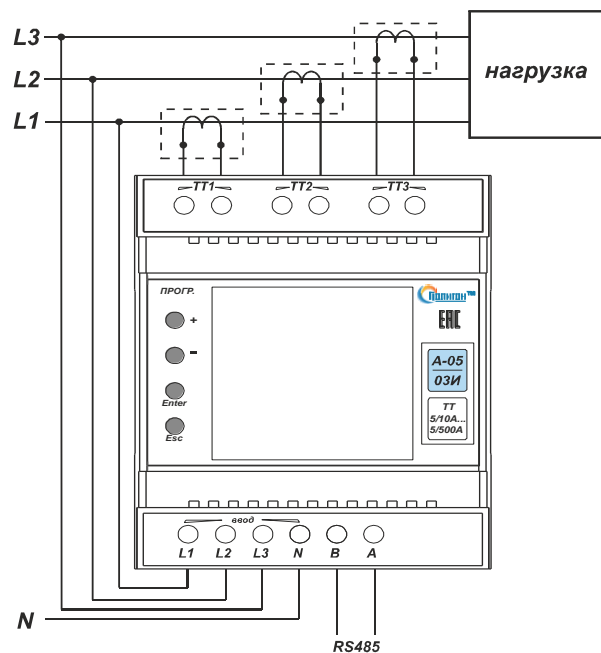
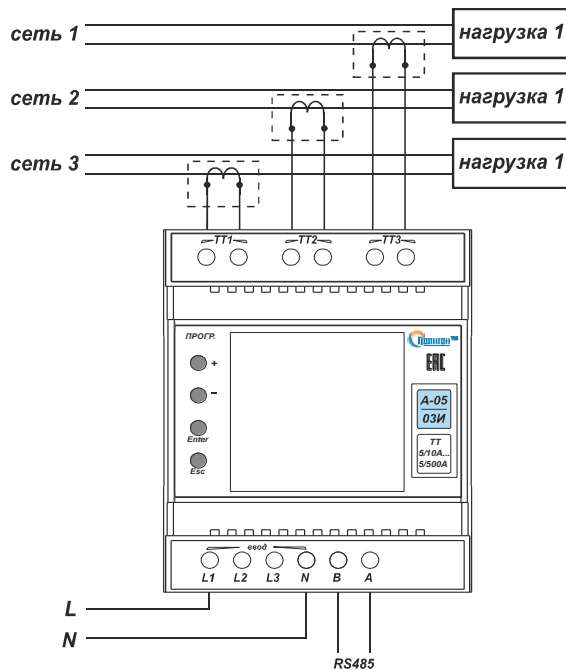

Рис.1. Типовая схема подключения амперметра «А-05-03И» при трехфазном питании.
Рис.2. Типовая схема подключения амперметра «А-05-03И» при однофазном питании
Амперметр цифровой «А-05-03И» предназначен для измерения среднеквадратичного значения величины переменного тока частотой 50 Гц по трем независимым каналам (варианты подключения Рис.1 и Рис.2). Амперметр рассчитан на работу с различными трансформаторами тока с током вторичной обмотки 5 А.
4.3. Произвести подключение входной контролируемой сети, цепей питания согласно маркировке (Рис.1): N, L1, L2, L3 – питание (возможно питание от одной фазы, Рис.2); TT1, TT2, TT3 – вторичные обмотки трансформаторов тока. Сечение подключаемых проводов должно быть 1,0...1,5 мм²